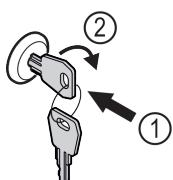

Fig. 123 Primjer izgleda
- ▶ Uvucite ključ Fig. 123 (1).
- ▶ Okrenite ključ za 90° nadesno Fig. 123 (2).